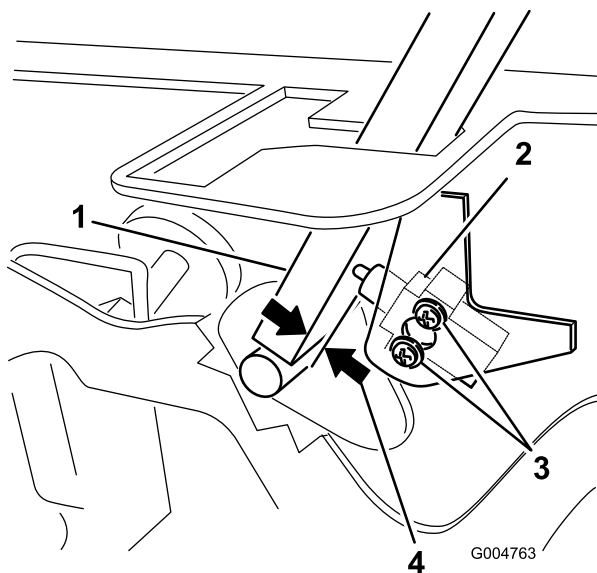

Figura 39
3. Afloje los 2 tornillos que fijan el interruptor de seguridad (Figura 39).
4. Sujetando la palanca de control contra el bastidor, mueva el interruptor hacia la palanca hasta que la distancia entre la palanca y el cuerpo del interruptor sea de 0.4 a 1 mm (de 0.015 a 0.045 pulgada) como se muestra en Figura 39.